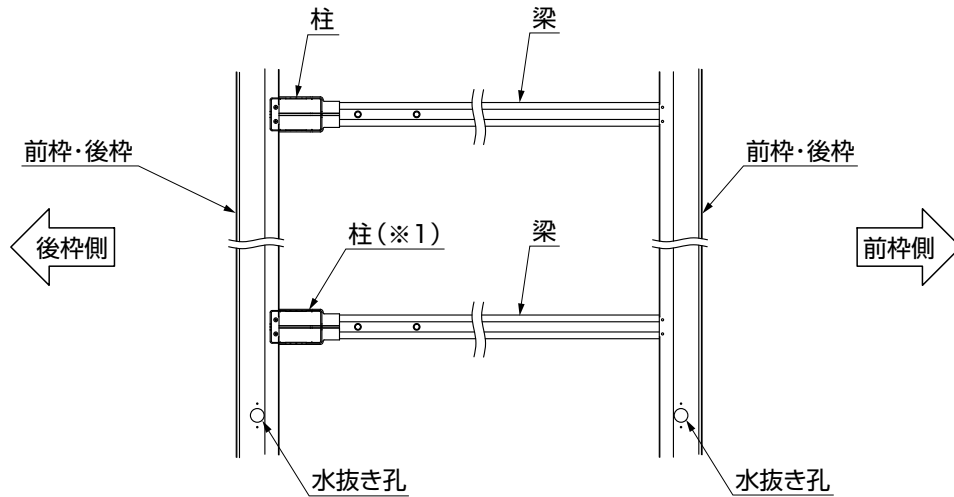

図4-1
①前枠・後枠は、縦樋を取付ける柱(※1)と水抜き孔の方向を合わせて取付けてください。(図4-1参照)